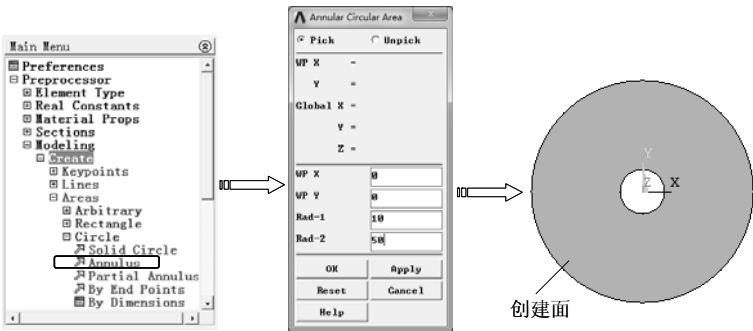

图 3-43 绘制圆环面
2) 选择“Main Menu>Preprocessor>Modeling>Create>Areas>Circle>Annulus”命令, 弹出“Annular Circular Area”对话框, 在“WP X”和“WP Y”文本框中输入圆环中心的 X、Y 坐标, 在“Rad-1”和“Rad-2”文本框中分别输入圆环的内径 10 和外径 50, 单击“OK”按钮创建圆环面, 如图 3-43 所示。